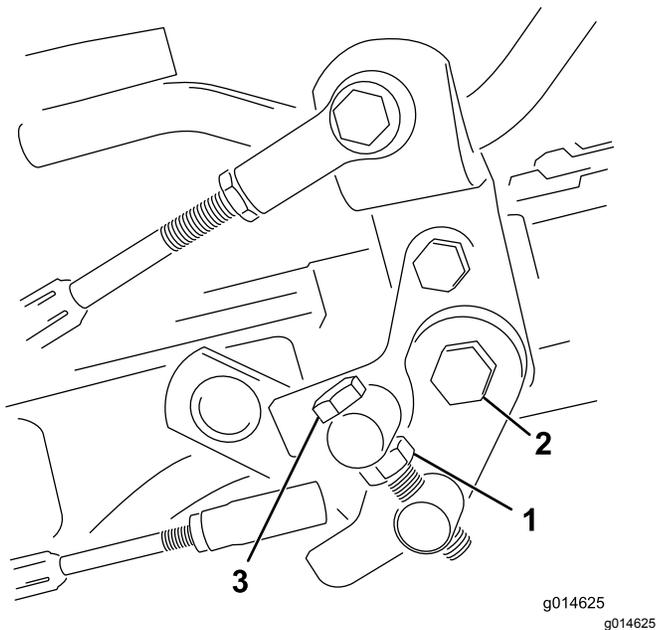

Figure 46
1. Desserrez l'écrou de blocage sur le boulon de tourillon (Figure 46).
4. Serrez l'écrou de blocage sur le boulon de tourillon et l'écrou sur le pivot de la pédale pour bloquer le réglage (Figure 46). Vérifiez le réglage et ajustez-le si nécessaire.